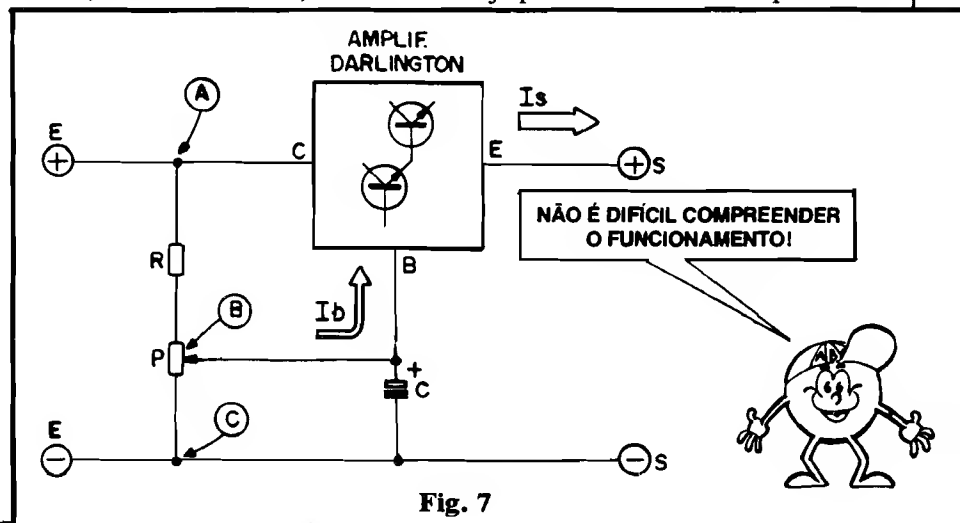

Fig. 7
- **FIG. 7** - O circuito, como funciona. Conforme já foi mencionado no decorrer da presente "Lição", o arranjo circuitual da MP-25 nada mais é do que uma espécie de potenciômetro eletrônico ou, em outras palavras, um divisor de Tensão de alta Potência... Observem, no diagrama simplificado da figura, que os dois transistores formam um simples arranjo **Darlington** (alto ganho - graças ao BC548, e alta potência - graças ao TIP31...) cuja polarização de **base** é obtida diretamente do cursor do potenciômetro P. Este, em conjunto com o resistor fixo R (e dependendo do momentâneo ajuste de P...) estabelece um nítido divisor de Tensão entre os pontos A e B, de modo que a "voltagem" em B pode variar (dependendo do ajuste de P) praticamente de "zero" até quase toda a Tensão "E" (de Entrada). Como no arranjo amplificador adotado (ver "Aula" em ABC nº 6-7...) o ganho de Tensão é "1", na prática a **mesma** "voltagem" aplicada à **base** do bloco **Darlington** se manifestará no seu **emissor**, ocorrendo então o perfeito dimensionamento da Tensão de Saída "S", a partir do ajuste do potenciômetro P... Alguns "Alunos" dirão: "mas então, qual a razão de se usar os transistores, se apenas o conjunto Resistor/Potenciômetro já pode determinar com precisão o